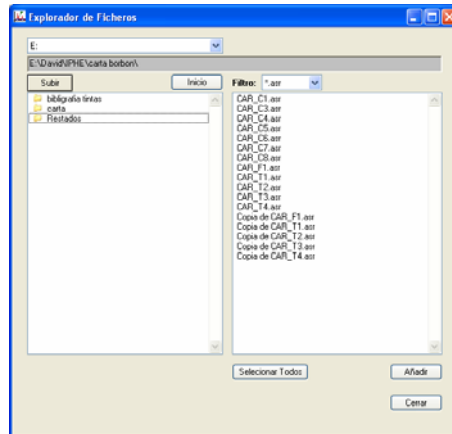

Figura 2: Explorador de Ficheros
1. pinchar en **Añadir**. Se abrirá la ventana (figura 2) en la que se puede navegar por los diferentes directorios del ordenador. Los ficheros que se generan con WinQxas tienen la extensión .asr o .txt que se puede escoger pinchando la opción **Filtro**.